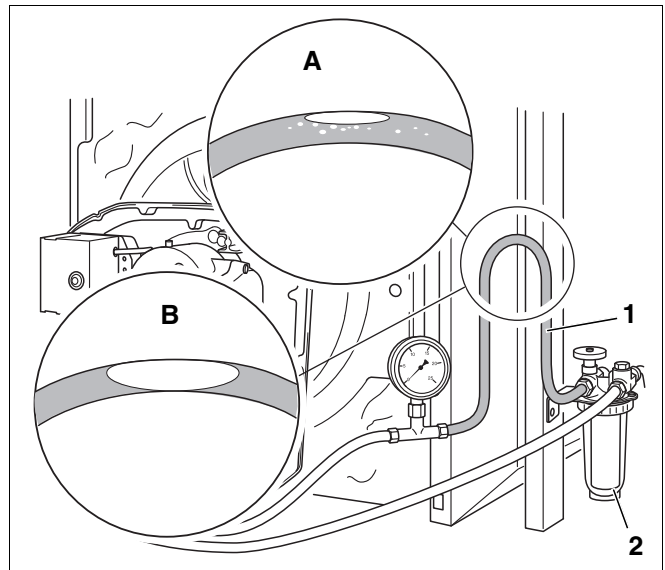

Abb. 64 Transparenten Schlauch hochbinden
- Transparenten Schlauch (Abb. 64, **Pos. 1**) in die Saugleitung hinter dem Ölfilter (Abb. 64, **Pos. 2**) einbauen.
- Eine Schlaufe des transparenten Schlauchs in der gezeigten Weise (Abb. 64) hochbinden.
- Sichtkontrolle der sich ansammelnden Luftmenge (Abb. 64, **Lupe A** und **B**).
Sammelt sich lediglich eine geringe Luftmenge an der höchsten Stelle der Schlaufe (Abb. 64, **Lupe A**), so liegt eine ausreichende Dichtigkeit der Ölleitung vor.
Bei größeren Luftblasen (Abb. 64, **Lupe B**) liegt eine Undichtigkeit der Saugleitung und/oder der Anschlüsse vor.